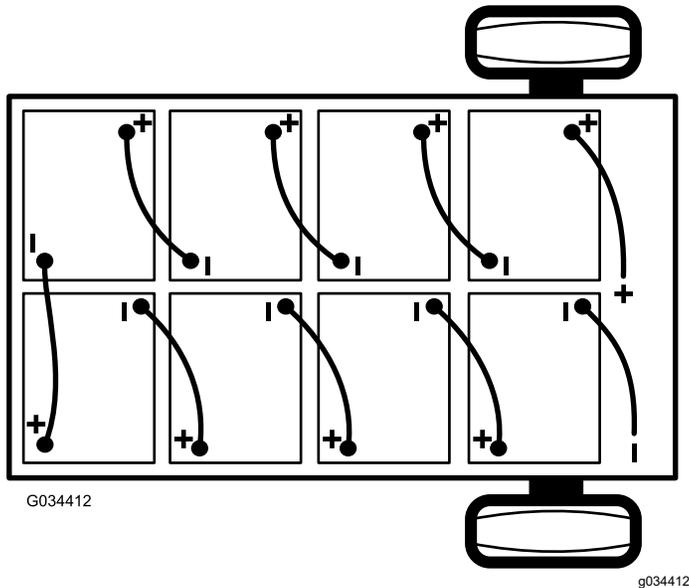

Figura 41
2. Scollegate il cavo negativo principale della batteria (nero) che collega la serie di batterie al punto di messa a terra della macchina (Figura 41).
3. Scollegate il cavo positivo principale della batteria (rosso) che collega la serie di batterie al contattore principale della macchina (Figura 41).
Nota: Prestate attenzione alla polarità delle batterie quando montate le batterie nuove (Figura 41).
6. Collegate le batterie come mostrato in Figura 41 con i cavi interconnessi alle batterie rimossi al punto 1.
2. Collegate il cavo positivo principale (rosso) della batteria tra la serie di batterie e la macchina (Figura 41).
3. Collegate il cavo negativo principale (nero) della batteria tra la serie di batterie e la macchina (Figura 41).